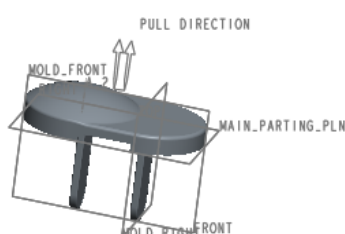

图 13.3 参考件组装完成后
(3) 指定第三个约束。单击 新建约束 字符,在“约束类型”下拉列表中选择 重合,选取参考件的 FRONT 基准平面为元件参考,选取装配体的 MOLD_FRONT 基准平面为组件参考。
(4) 至此,约束定义完成,在操控板中单击 按钮,系统自动弹出“创建参考模型”对话框,单击 确定 按钮,完成后的结果如图 13.3 所示。